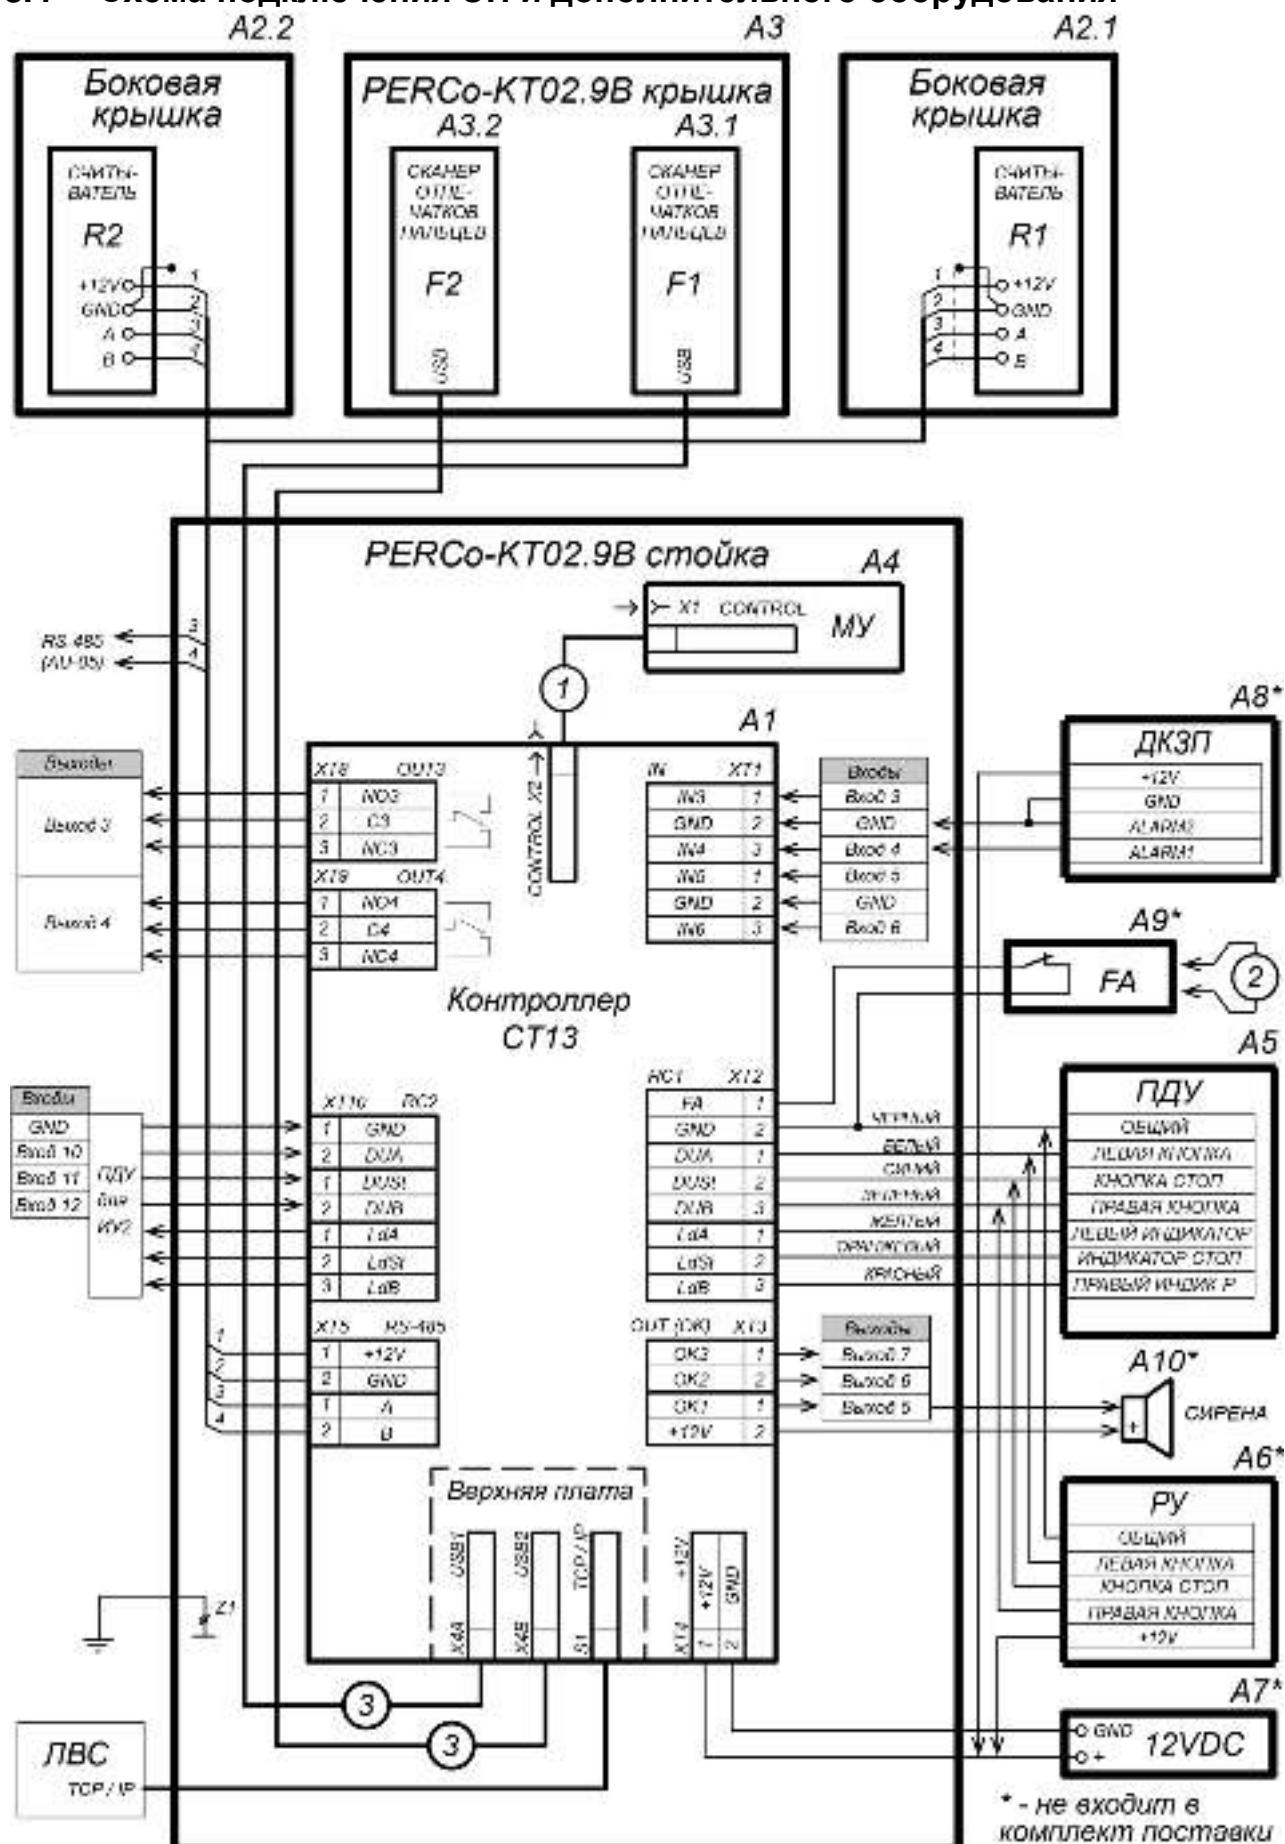

Рисунок 11. Общая схема подключения ЭП и дополнительного оборудования
Расположение клеммных колодок на нижней плате контроллера ЭП показано на рис. 6, назначение контактов клеммных колодок указано в табл. 2. Схема подключения приведена на рис. 11. Используемые при подключении типы кабелей указаны в табл. 5. При монтаже ЭП придерживайтесь следующей последовательности действий:
11. Подключите кабель питания (10) к клеммной колодке **XT4** на нижней плате контроллера согласно схеме, приведенной на рис. 11.
12. Подключите кабель ПДУ (14) к клеммной колодке **XT2** согласно схеме, приведенной на рис. 11.
13. Подключите, при необходимости, кабели от других устройств к соответствующим разъемам встроенного контроллера ЭП в соответствии с общей схемой, приведенной на рис. 11, а также частными схемами для различных видов устройств, представленными на рис. 14 - 23.
- 8, 9 – отверстия для проводки кабелей (при монтаже ЭП в отверстия вставляются изоляционные втулки); 10 – кабель заземления; Z1 – контакт заземления; позиционные обозначения A1-A4, X1, X2 и Z1 – указаны на схеме рис.11